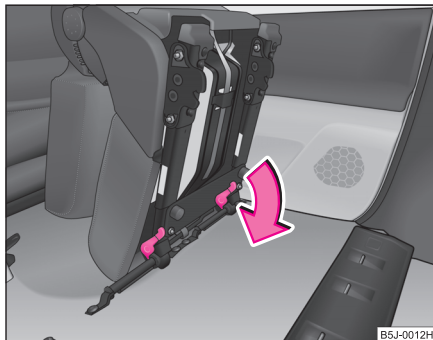

Fig. 55 Deblocarea scaunului rabatat în față
- Deblocați scaunul rabatat în față, prin apăsarea în direcția indicată de săgeată, a elementelor de blocare ⇒ fig. 55.
- Rabatați în față scaunul lateral ⇒ pagina 74 și deblocați-l ⇒ pagina 75, fig. 55.